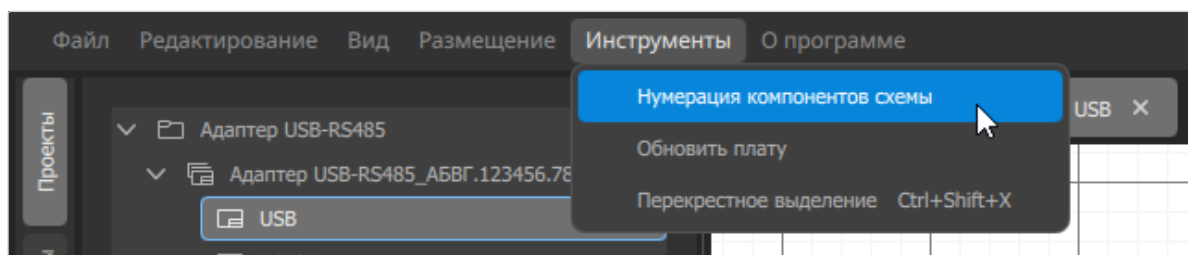

Рисунок 143. Пункт меню «Нумерация компонентов схемы»
- 1) Вызвать команду меню «Инструменты» → «Нумерация компонентов схемы» (см. рисунок 143).